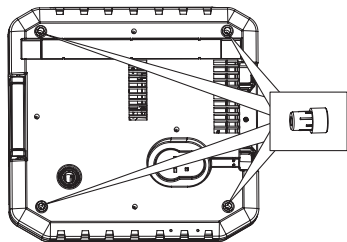

Рис. 2
- Вставьте четыре ножки основания в отверстия на нижней стороне изделия (Рис.2).